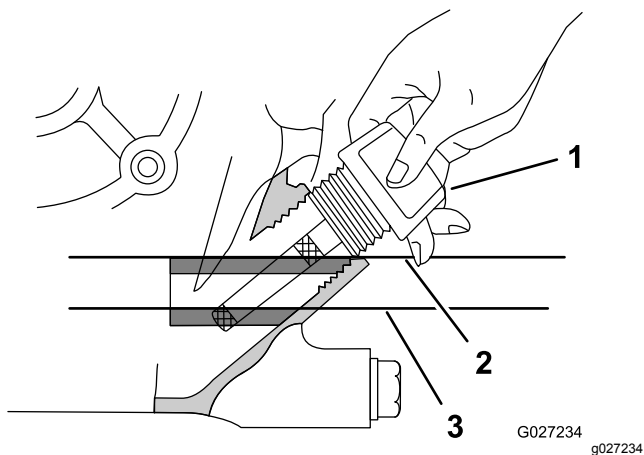

Figura 63
3. Introduzca la varilla de aceite en el motor, según se muestra en Figura 63.